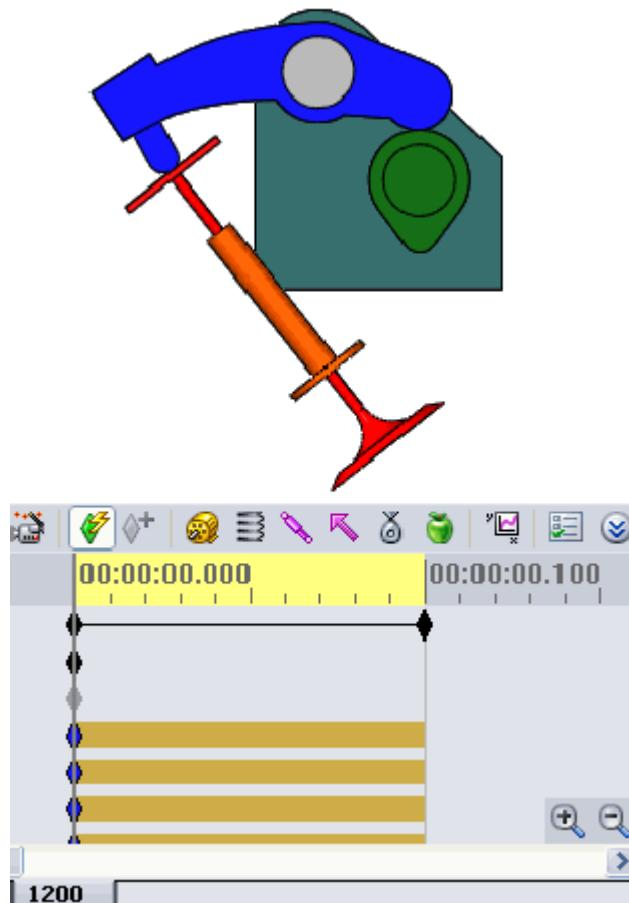

Рис. 5.1. Вкладка 1200
1.4. Виберіть вкладку **1200** (рис. 5.1).